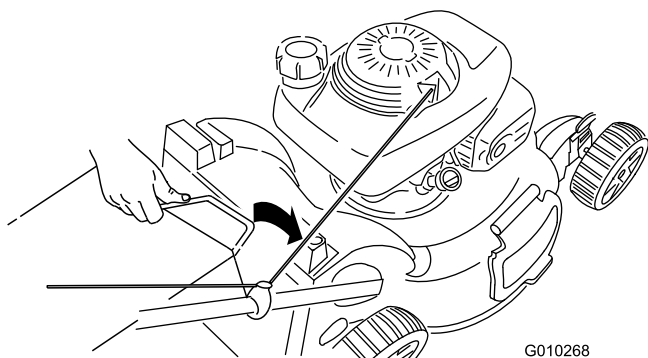

**Figura 28**
2. Avvolgete il cavo di avviamento attorno al guidacavo inferiore (Figura 28).